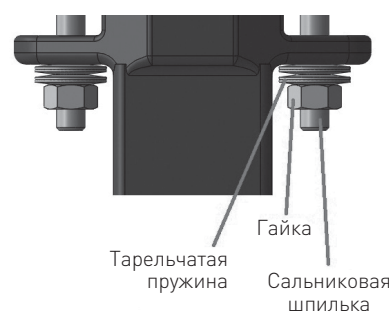

Рисунок 8 - Установка комплекта уплотнительной набивки
- Установите антиэкструзионное уплотнительное кольцо (9), уплотнительный комплект (10), второе антиэкструзионное кольцо (9), удерживающее кольцо вала (11), тарельчатые шайбы (15) и сальник (12) в верхнюю шейку корпуса арматуры (1). (См. Рисунок 8)
- Удерживая диск в сборе (2 - 7) в закрытом положении, затяните гайки уплотнения (16). Гайки затянуты правильно, когда пластина сальника (13) находится заподлицо с верхней пластиной корпуса арматуры (1). Обратитесь к таблице ниже, чтобы узнать момент затяжки болтов.